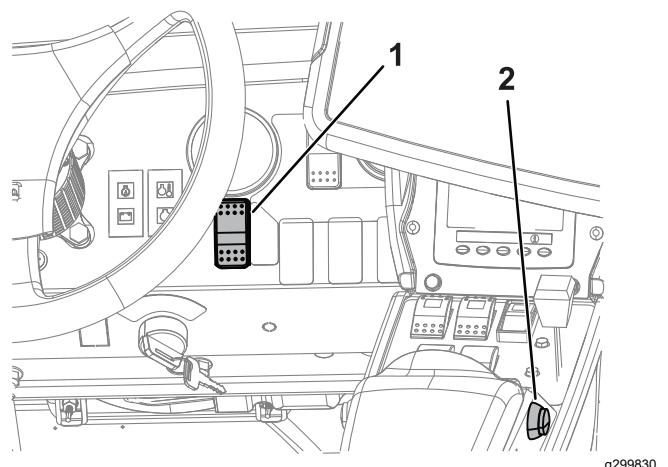
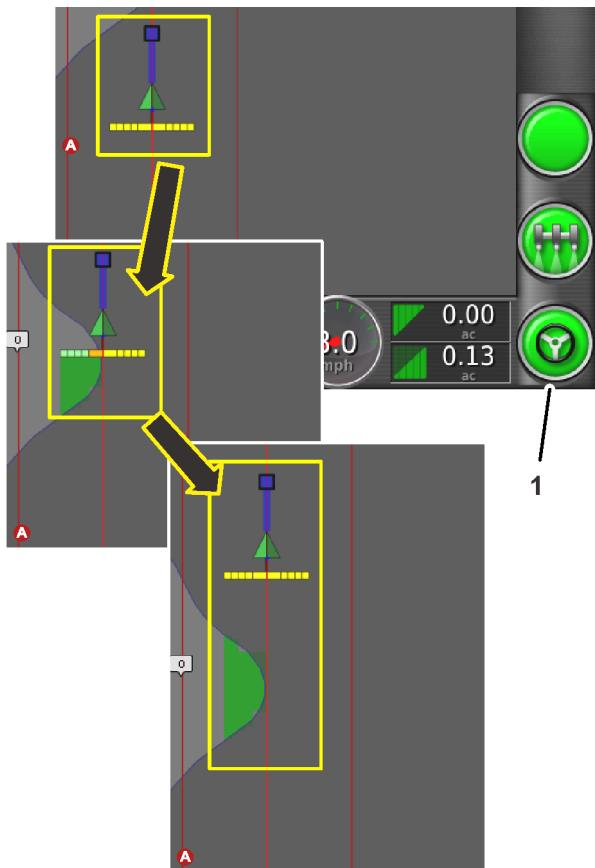

図 20
図 22
6. コントロールコンソール(図22)の右下隅にあるAutosteerアイコンを押すか、マシン(図20)の接続/切断スイッチを押します。